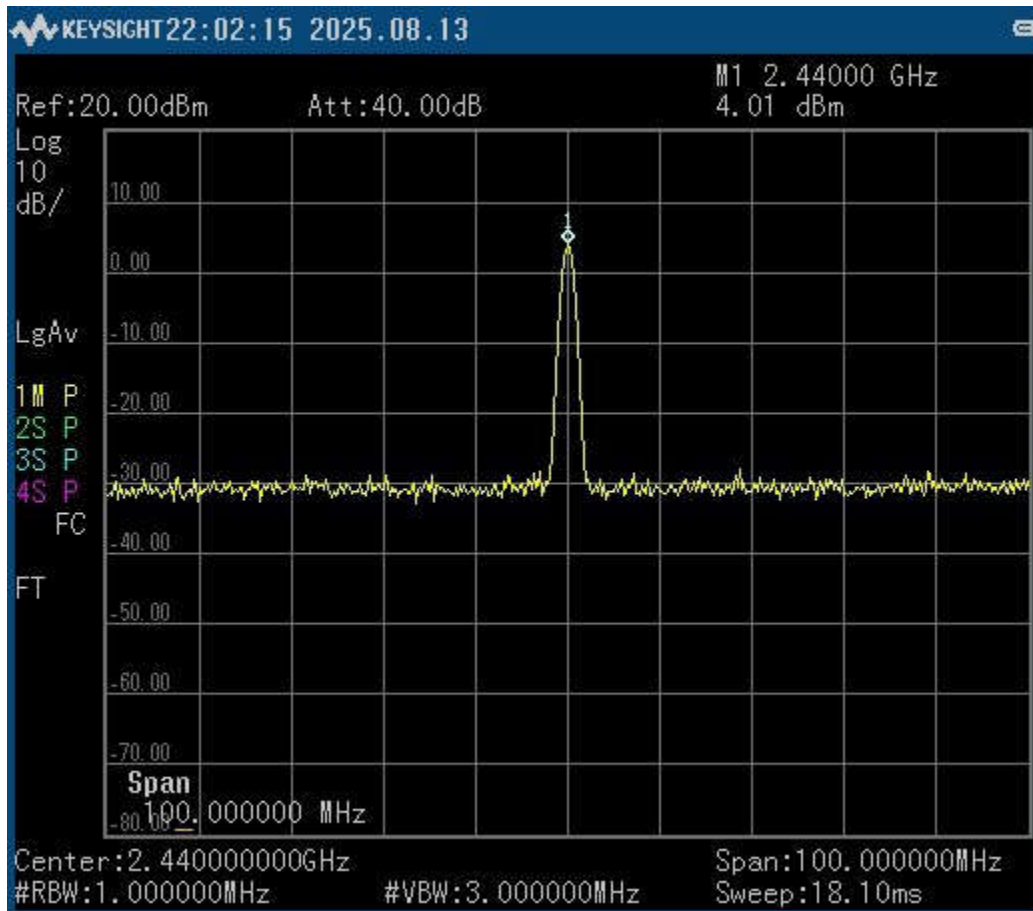

图 7-3. 传输功率测试的频谱分析仪输出
- 第 3 步：测量频谱分析仪上的输出功率级别，以确认在 EM 上编程的输出功率。（参考图 7-3，查看频谱分析仪上结果的示例）